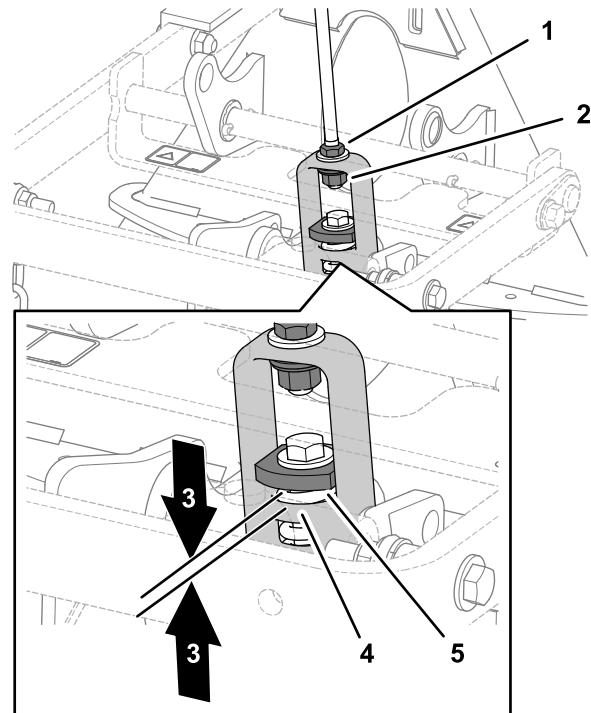

Bild 10
3. Wenn der Abstand nicht richtig ist, lösen Sie die Klemmmutter und ziehen Sie die Einstellmutter am Kettenglied entsprechend an oder lösen Sie sie, um den Abstand zu ändern (Bild 10).
2. Messen Sie den Abstand zwischen der schweren Scheibe und der Schulter des Hubjochs am Anbaugerätadapter, wie in Bild 10 abgebildet.
**Hinweis:** Der Lenker ist richtig eingestellt, wenn Sie zwischen der schweren Scheibe und der Schulter des Hubjochs einen Abstand von 1,5-2 mm messen (Bild 10).